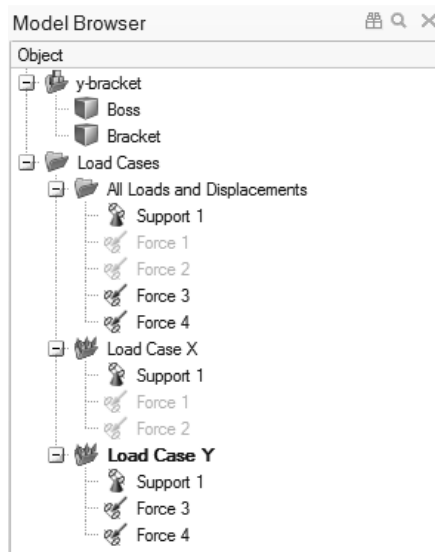

图 5-20
8) Force 3 和 Force 4 即会被添加到模型浏览器中的 Load Case Y 中，如图 5-20 所示。